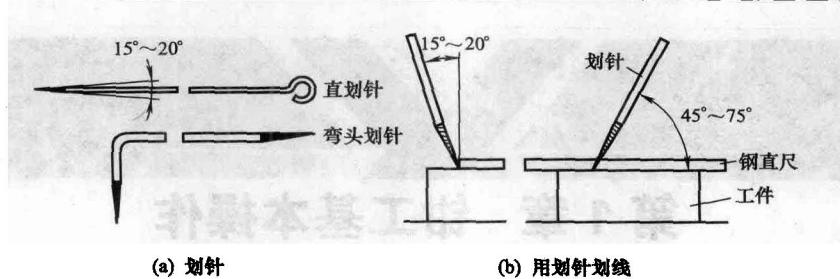

图 1-1 划针及应用
① 划针 划针通常用碳素工具钢制成。直径为3~5mm，长约200~300mm的划针，有单尖和双尖两种。尖角约为15°~20°，如图1-1（a）所示，尖角端部约20mm左右的长度上，经淬火硬化处理，由于碳素钢划针在使用中不耐磨，所以在实际工作中经常用弹簧钢丝或高速钢丝制成划针或在碳素钢端部钎焊上硬质合金后再磨成划针，在使用中效果很好。用划针划线，必须有导向工具辅助。使用划针时，尖端紧靠在导向工具上，上部向外侧倾斜15°~20°，向划针移动的方向倾斜45°~75°，如图1-1（b）所示。
② 划线圆规 划线用的圆规，简称划规。最常见的有合腮圆规、滑杆圆规和弹簧圆规